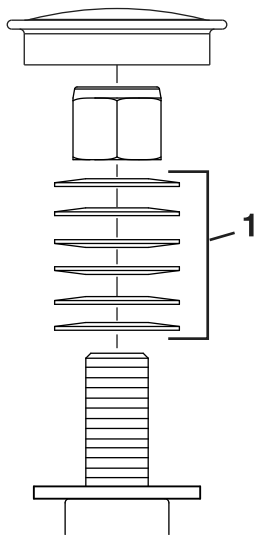

Figura 55
3. Retire o tampão antipoeira da roda e aperte a porca de bloqueio (Figura 55).
4. Aperte a porca de bloqueio até que as anilhas de mola estejam planas e, em seguida, recue 1/4 de volta para aplicar devidamente a pré-carga nos rolamentos (Figura 55).
**Importante:** Certifique-se de que as anilhas de mola estão corretamente montadas como se mostra na Figura 55.
5. Instale o tampão antipoeira (Figura 55).